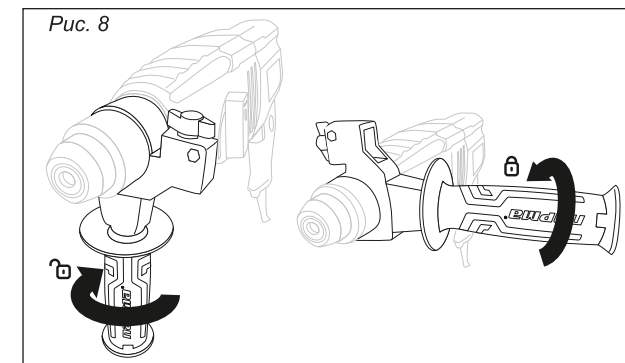

Рис. 8
6.6. Передняя рукоятка (рис. 8)